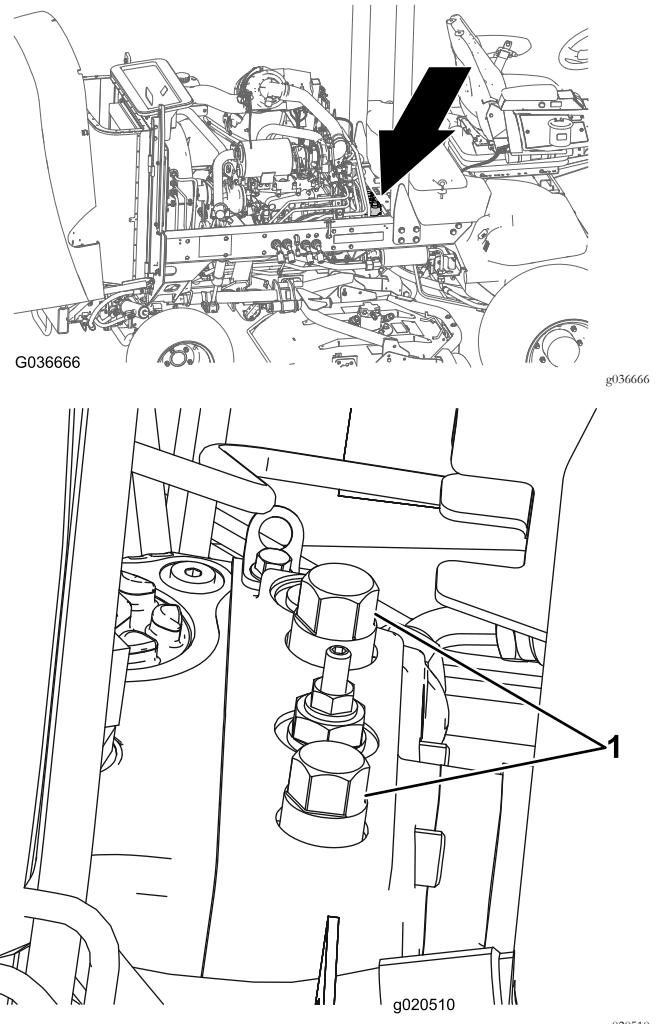

Figura 26
1. Levante el capó y localice las válvulas de desvío (Figura 26) en la parte superior de la bomba, detrás de la batería/cajas de almacenamiento.